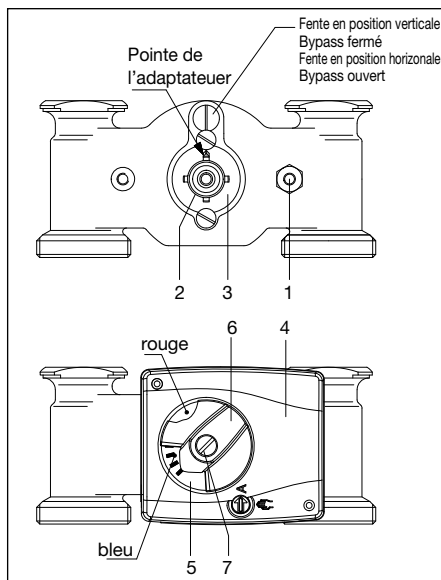

Fig. 5.7 Montage vanne mélangeuse à 4 voies DN25 / DN32
- Monter le dispositif contre torsion (1) sur le corps de la vanne.
- Monter l'adaptateur (2) sur le boisseau de la vanne (3) jusqu'en butée. Tenir compte du méplat!
- Monter le moteur (4) sur l'arbre du mélangeur.
- Placer l'affichage du sens de rotation (5) sur le moteur comme indiqué sur la fig. 5.7.
- Monter la poignée de réglage manuel (6) sur l'arbre du mélangeur avec la flèche se trouvant dans la zone bleue (en départ usine: sens contraire des aiguilles d'une montre à butée, position de service «A» service automatique).
- Insérer la vis (7) avec la rondelle dentelée et la serrer avec un couple de >5Nm.